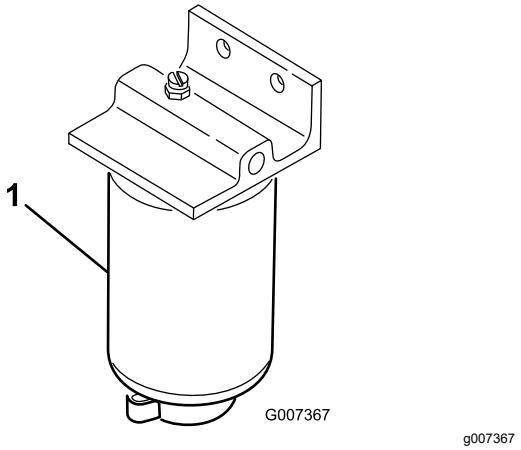

Figura 78
1. Mettete un contenitore pulito sotto il filtro del carburante (Figura 78).